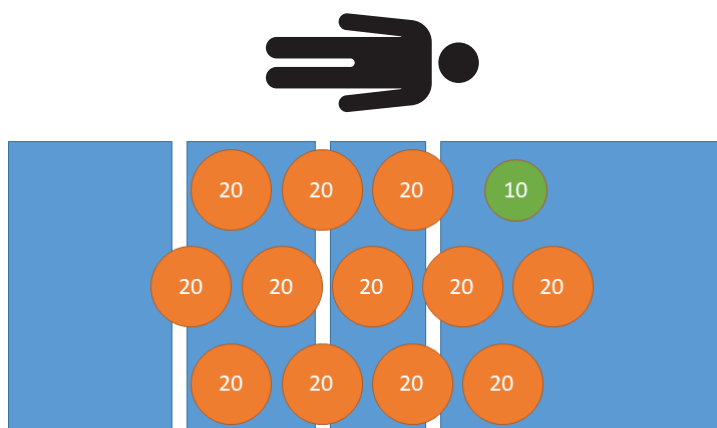

Figur 9 – Sengeforlenger ut og låst
19. Trekk sengeforlengeren ut til ut- og låst-stilling. Fold sengeforlengerbrettet mot fotenden til båren (Figur 9).